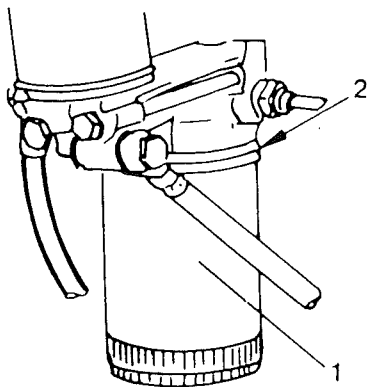

Fig 24 Smörjoljefilter
- 2 Kontrollera oljenivån med oljemätsticken. Nivån ska ligga vid övre nivåstrecket (1), fig 24. Fyll på mer olja vid behov.